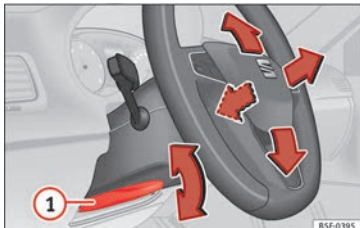

Bild 19 Spak nere till vänster om rattstången
- Ställa in rattpositionen: Dra » » bild 19 ①-spaken nedåt och flytta ratten till önskat läge. Lyft upp spaken igen tills den låses.